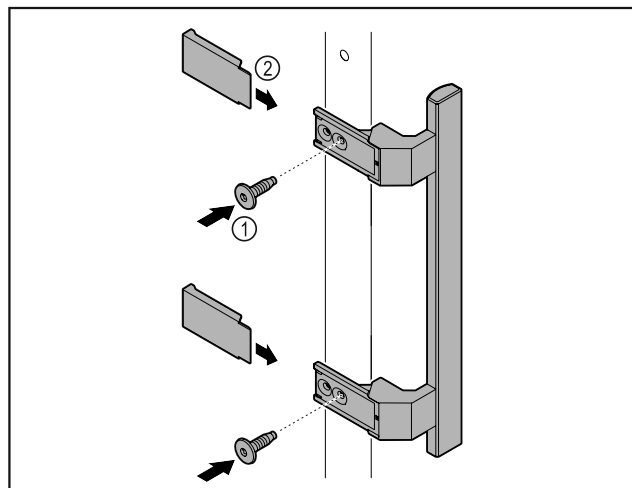

Fig. 3
- ▶ Meegeleverde greep met de meegeleverde schroeven Fig. 3 (1) op de deur aanbrengen.
- ▶ Afdekking Fig. 3 (2) plaatsen.